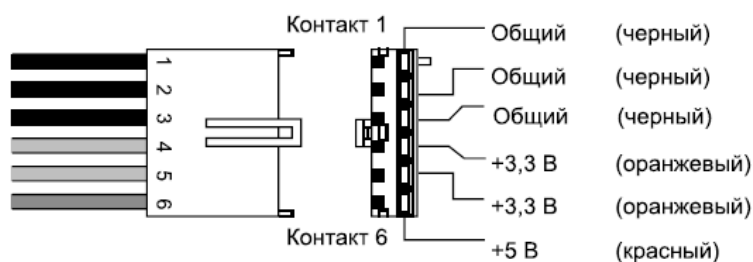
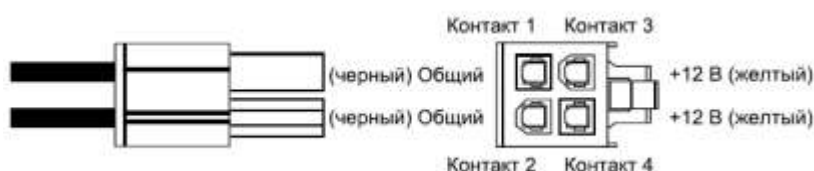
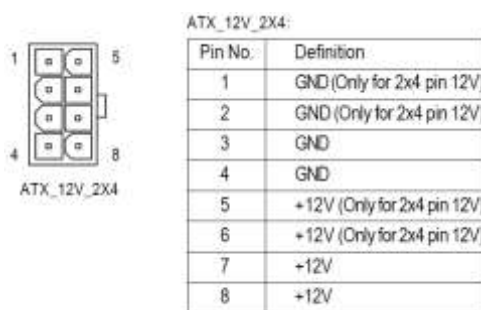

Рис. 5.8. Дополнительный разъем питания системной платы
Рис. 5.9. 4-контактный разъем питания типа ATX12V
Рис. 5.10. 8-контактный разъем питания типа ATX12V
2. Один или два дополнительных разъема питания системной платы. Это могут быть 6-контактный однорядный разъем AUX (рис. 5.8), 4- или 8-контактный двухрядный разъем ATX12V. С помощью этих разъемов запитываются цепи питания микропроцессора. На рис. 5.9 показан 4-контактный разъем ATX12V, а на рис. 5.10 – схема 8-контактного разъема.